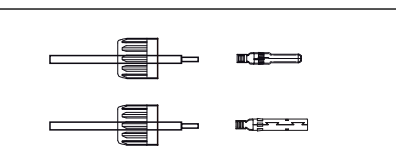

Figura 4.13 Introduza o fio na porca cega do conector e no pino de contacto.
1. Remova o isolamento do cabo CC até cerca de 7mm e desmonte a rosca do conector (veja a Figura 4.13)